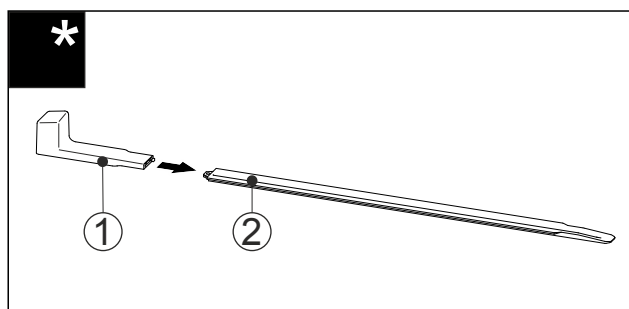

Fig. 47
- ▶ Atașați mânerul de montare Fig. 47 (1) la șina de nivelare Fig. 47 (2).